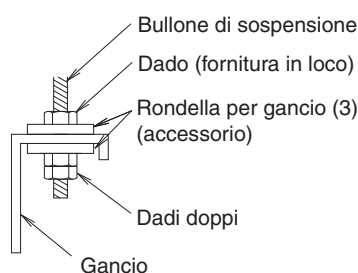

Fig. 10
(1) Fissare il gancio al bullone di sospensione. **(Fare riferimento alla Fig. 10)**